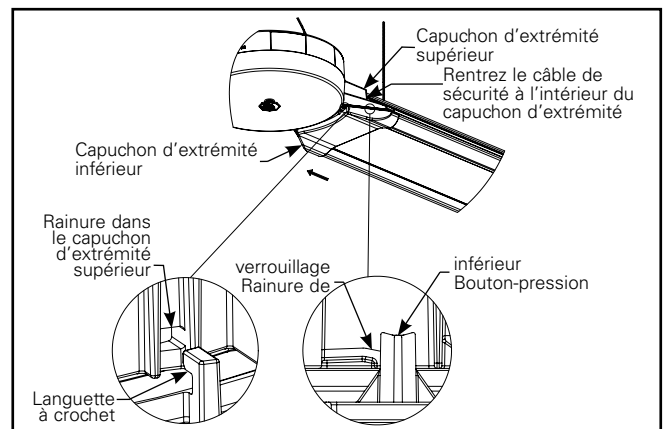

Figure 12.4.
- C. Repérez le capuchon d'extrémité inférieur depuis le bas jusqu'à ce qu'il entre en contact avec la surface du capuchon d'extrémité supérieur (figure 12.4).